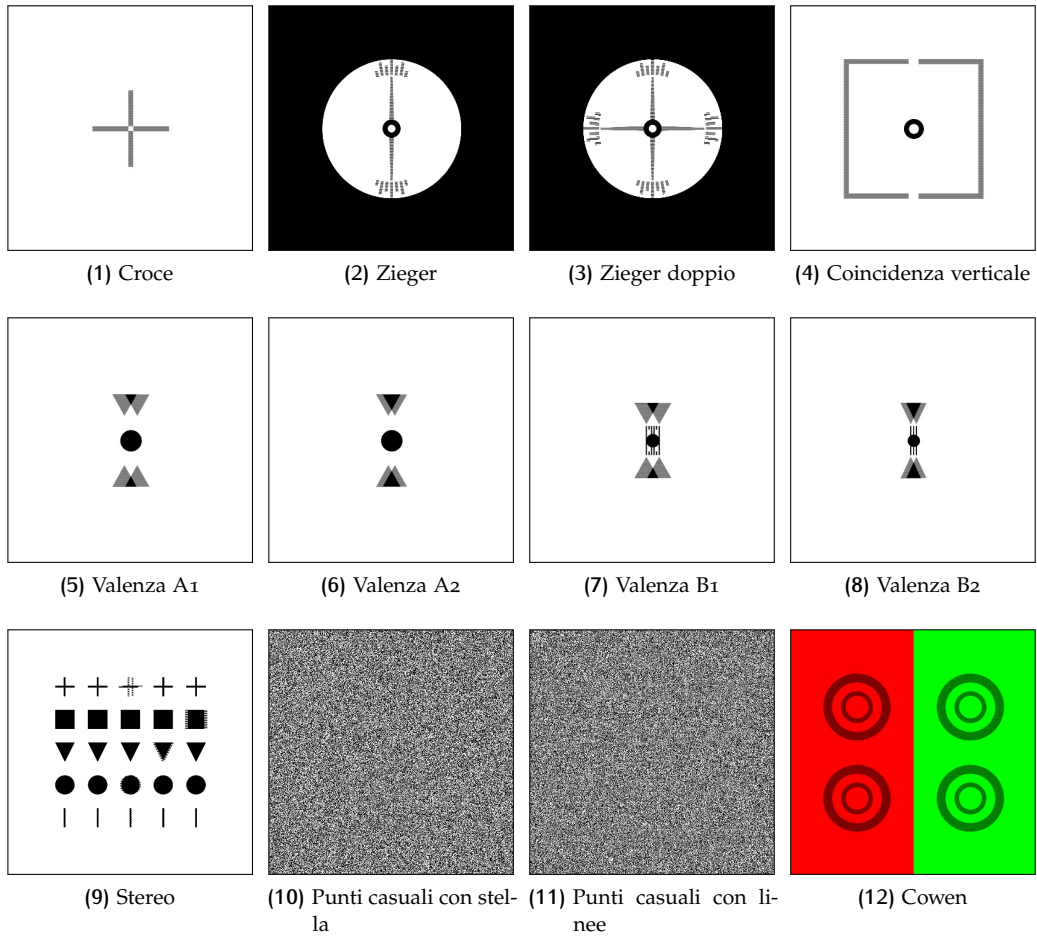

Figura 45: Test sequenziale MKH
Questo test consiste in 12 diversi passi per la valutazione della visione binoculare. I passi sono mostrati in figura 45. I passi (1) (test della croce), (2) (test di Zieger), (3) (test di Zieger doppio), (4) (coincidenza verticale) e (12) (test di Cowen) sono già stati descritti nella sezione 8.2 e nella sezione 8.3.